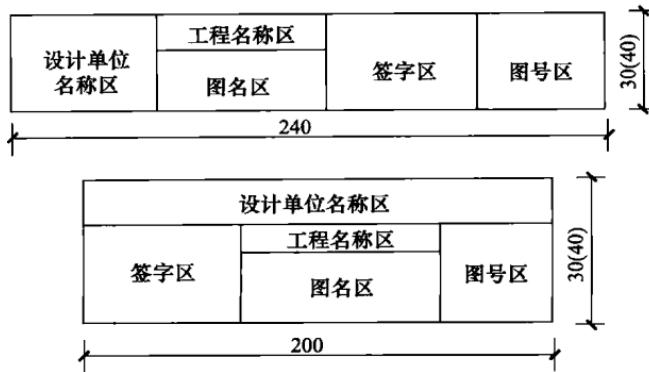
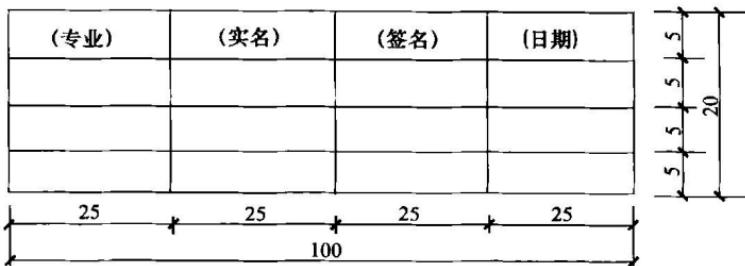

图 1-4 标题栏 (单位: mm)
图 1-5 会签栏 (单位: mm)
(2) 标题栏的设置如图 1-4 所示; 会签栏的设置如图 1-5 所示。